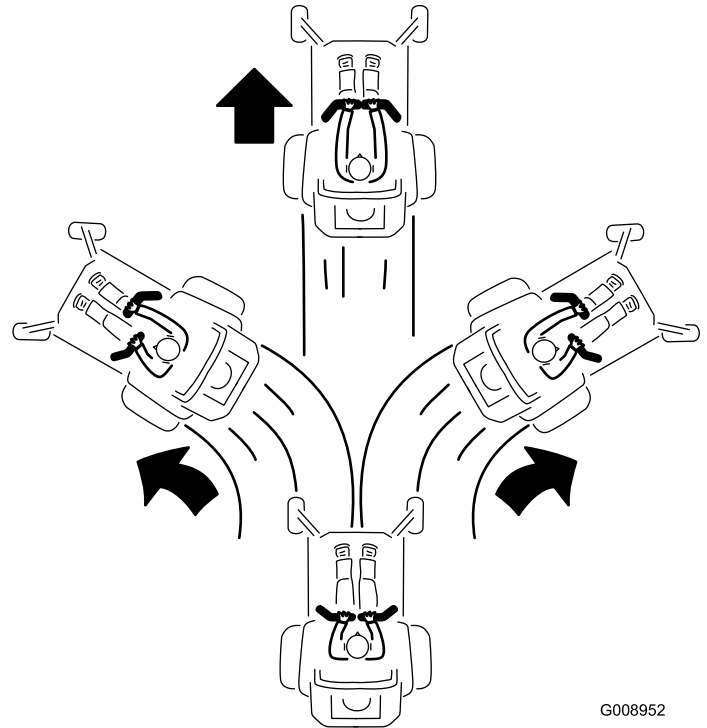

Figure 19
3. Pour vous déplacer en marche avant, poussez lentement les leviers de commande de déplacement vers l'avant (Figure 19).